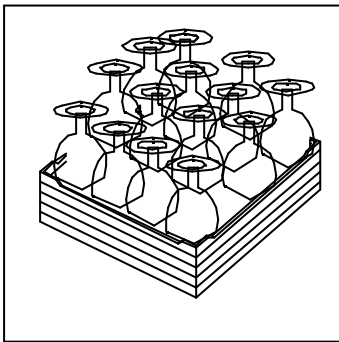

Fig. 11
- Realizar el lavado de la vajilla de cristal en primer lugar (Fig.11)